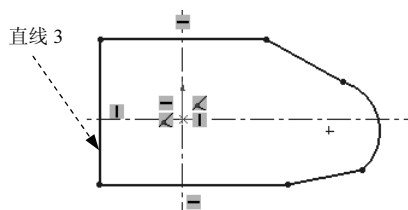

图 2.12.6 添加“竖直”约束
Step 2 添加图 2.12.6 所示的“竖直”约束 1。选取图 2.12.6 所示的直线 3，系统弹出“属性”对话框，在 **添加几何关系** 区域单击 **竖直(V)** 按钮。